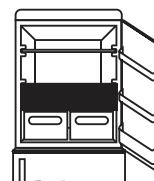

Fig.8
• Para conservar de la mejor manera el aroma, la sustancia y la frescura de los alimentos, se aconseja ponerlos en la parte frigorífico como se indica en la fig. 8 de abajo, con la precaución de envolverlos en hojas de papel de aluminio o plástico o bien en adecuados contenedores con tapa, para evitar la contaminación cruzada.